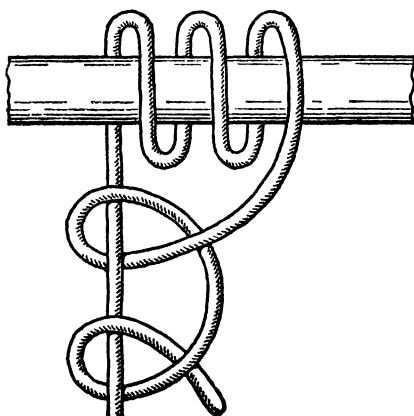

Рис. 13. Простой штык с двумя шлагами
**Простой штык с двумя шлагами** (рис. 13). Фактически это тоже разновидность простого штыка. Отличие от предыдущего узла — дополнительный, третий шлаг. Он увеличивает прочность узла, если трос испытывает постоянное трение о кнехт